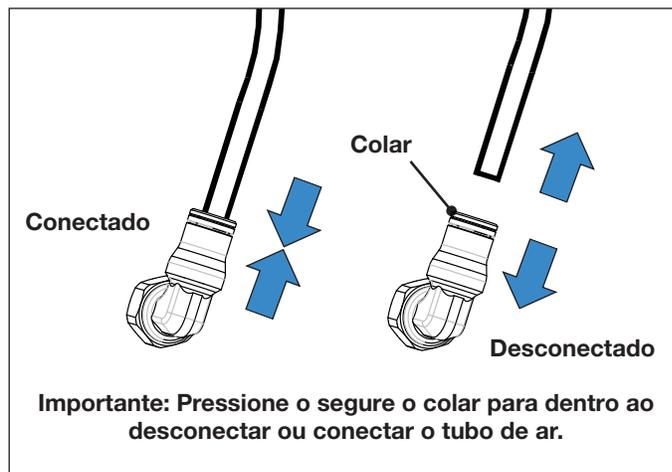

Figura 12: Conexões do tubo de ar
**AVISO** Veja a Figura 12 para detalhes da conexão do tubo de ar. Para soltar cada tubo de ar, pressione o colar conector com firmeza e puxe o tubo de ar para fora. Desconecte os tubos apenas nos locais mostrados. Os tubos são codificados por cores para propósitos de identificação.